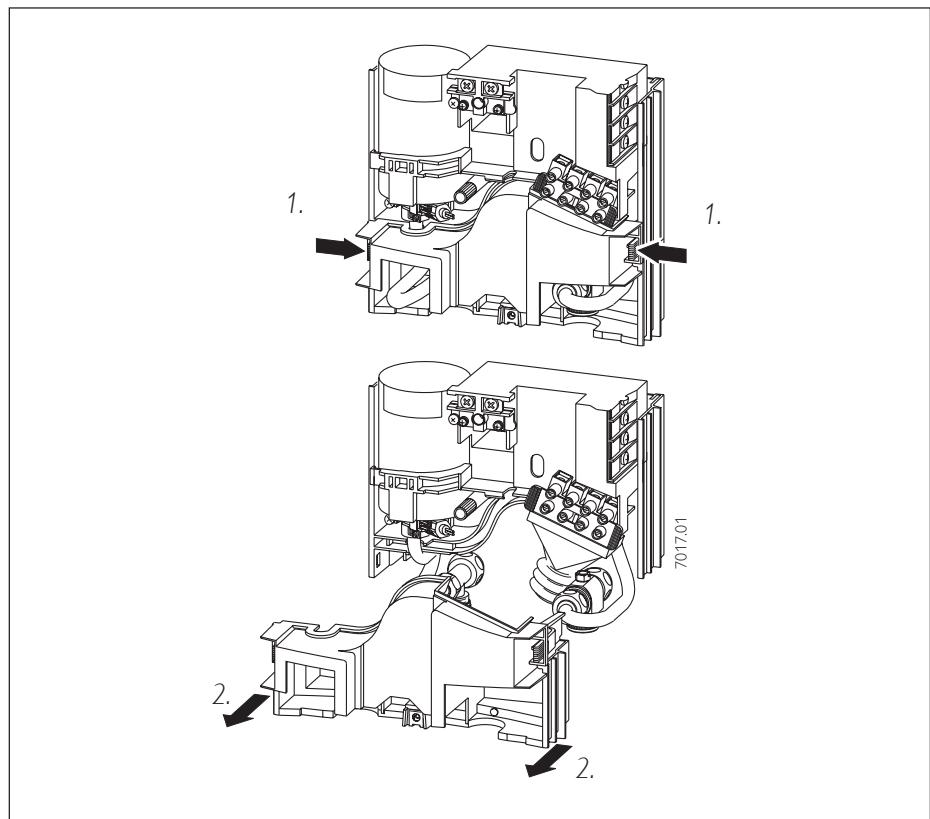

Abb. 12 / Fig. 12 / Afb. 12
- Rückwand-Unterteil durch Drücken der beiden Rasthaken (siehe Abb. 12) nach vorne abnehmen.
- Remove rear panel lower section by pressing two engaging hooks (see Fig. 12) forwards.
- Repousser les deux crochets de retenue (voir fig. 12) et extraire la partie inférieure du panneau arrière par l'avant.
- Het onderste gedeelte van de achterwand door op de beide klik-in-lipjes te drukken (zie Afb. 12) naar voren toe afnemen.